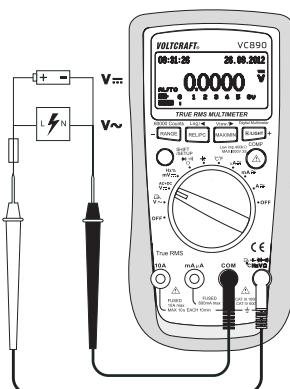

Abb. 2
2. Stecken Sie die rote Messleitung in die °CHzVΩ-Messbuchse (7), die schwarze Messleitung in die COM-Messbuchse (8) (Abb. 2).